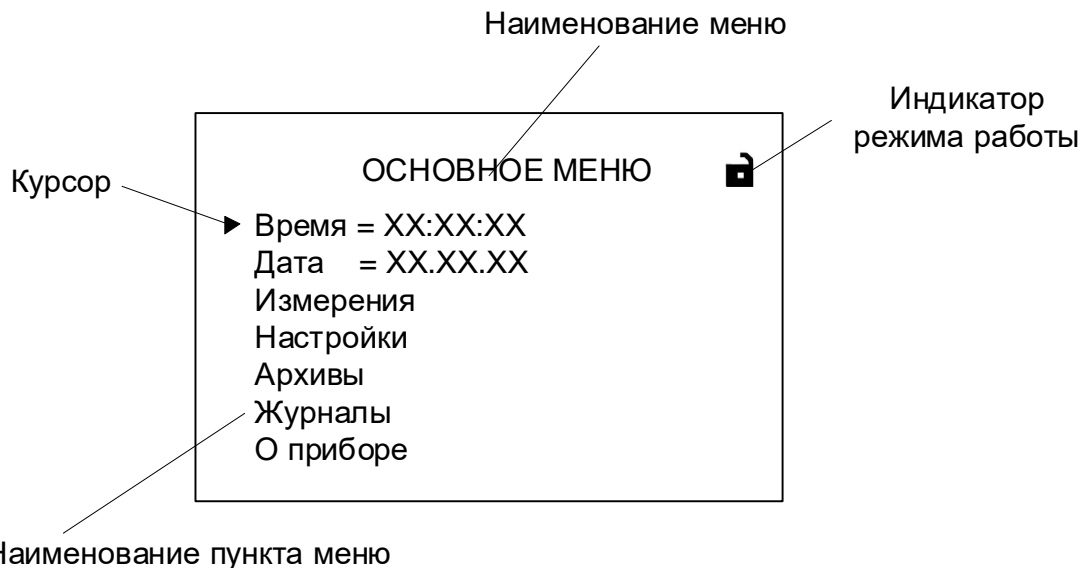

Рисунок 14 - Вид основного меню расходомера.
- 4.1.3 Окно индикации меню (рисунок 14) содержит: